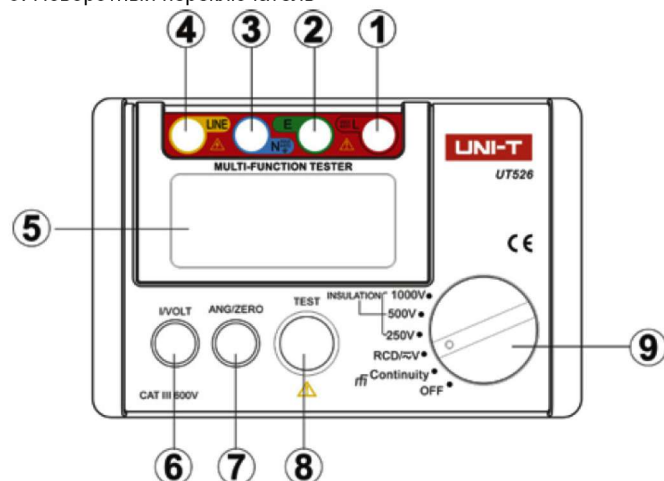

Рисунок 1. Передняя панель тестера
4. ПЕРЕДНЯЯ ПАНЕЛЬ ТЕСТЕРА (см. рисунок 1)